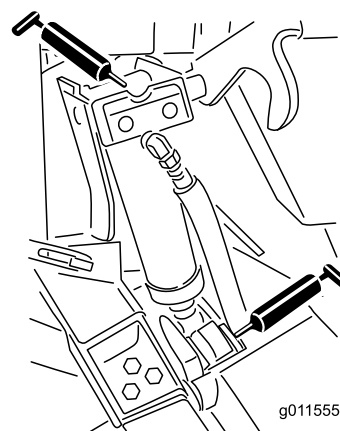

Рисунок 49
- Втулки гидроцилиндров подъема (4 шт.) (Рисунок 49)